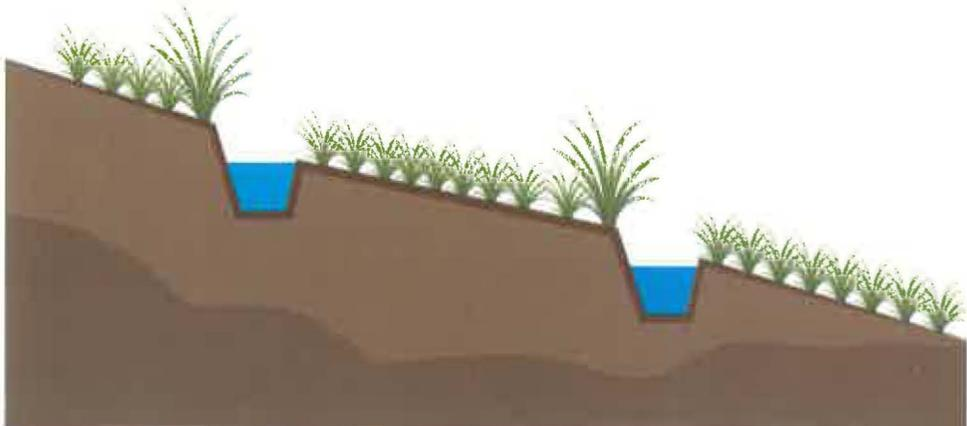

Figura 4. Acequias a nivel o desnivel protegidas con barreras vivas. Fuente: CATIE
4. Establezca las barreras vivas junto a la parte alta de las zanjas para que se encarguen de retener los sedimentos y eviten que saturen estos canales. Las barreras vivas también reducen la velocidad de la escorrentía, brindando así protección a las zanjas (Figura 4).